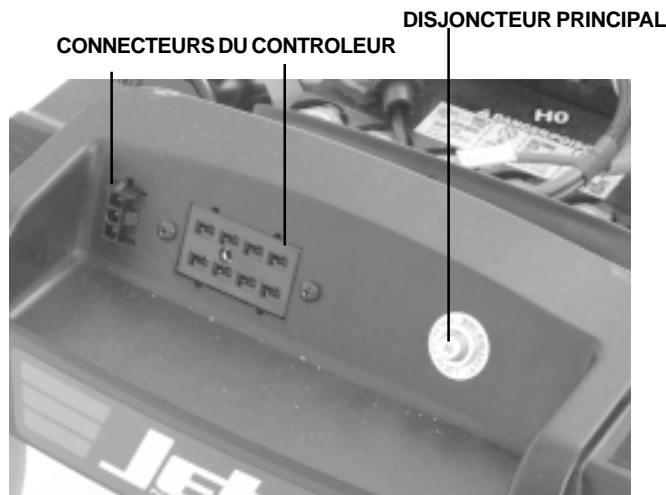

Figure 4. Boîtier de branchements
La manette de commande est branchée aux batteries et aux moteurs via des réceptacles situés derrière le fauteuil. Le disjoncteur principal se trouve également sur le boîtier. Voir la figure 4.
**Réceptacle du contrôleur/module de commande:** Pour les branchements aux batteries et aux moteurs. Voir la figure 4.
Celui-ci protège votre Jet 3. Il est situé dans le boîtier de branchements. Voir la figure 4. Lorsque les batteries ou les moteurs sont surchargés (i.e. surplus de poids), le disjoncteur coupera le circuit afin de prévenir des dommages aux moteurs et aux circuits électroniques. Si le disjoncteur saute, laissez votre fauteuil reposer pendant une bonne minute, pesez sur le disjoncteur pour rétablir le circuit, remettez le contact et poursuivez votre route. Si le disjoncteur saute continuellement, contactez votre détaillant Pride.